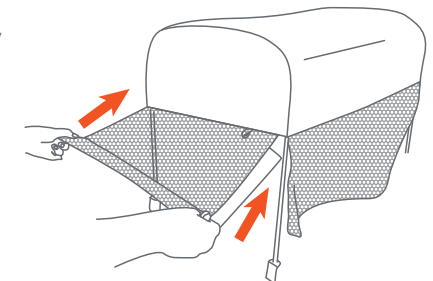

Fig. 8c
- **To store away the airflow net:** Roll up the net (Fig. 8c) and use the fastener and elastic loop to store away the net.
- **Para guardar la malla para ventilar:** Enrolle la malla (Fig. 8c) y utilice el cierre y el lazo elástico para guardarla.